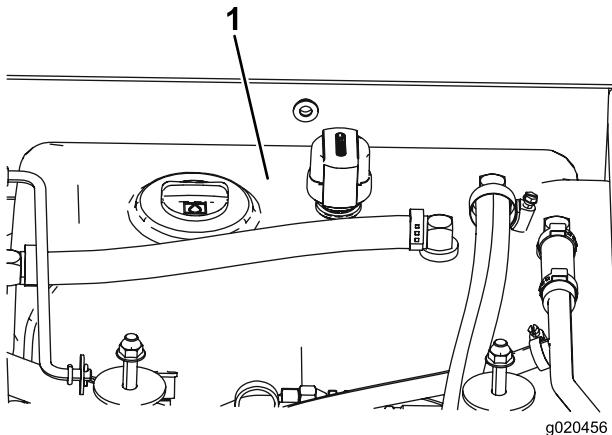

Figura 76
4. Encha o reservatório (Figura 76) com fluido hidráulico; consulte Verificar o fluido hidráulico \(página 57\).